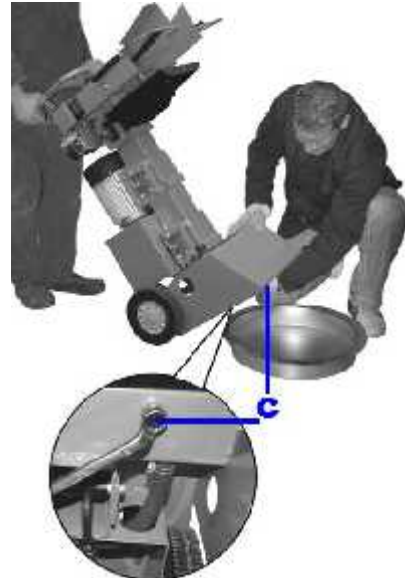

Fig.26
4. Dévissez le bouchon d'écoulement (situé sous la base du fendeur) pour que l'huile puisse s'écouler (voir Fig.26).